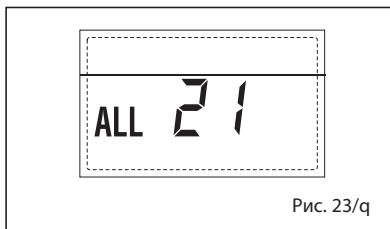

Рис. 23/q
– **СРАБАТЫВАНИЕ МОДУЛИРУЕМОГО НАСОСА ВТОРОЙ СМЕШАННОЙ ЗОНЫ “ТРЕВ 22” (рис. 23/r)**